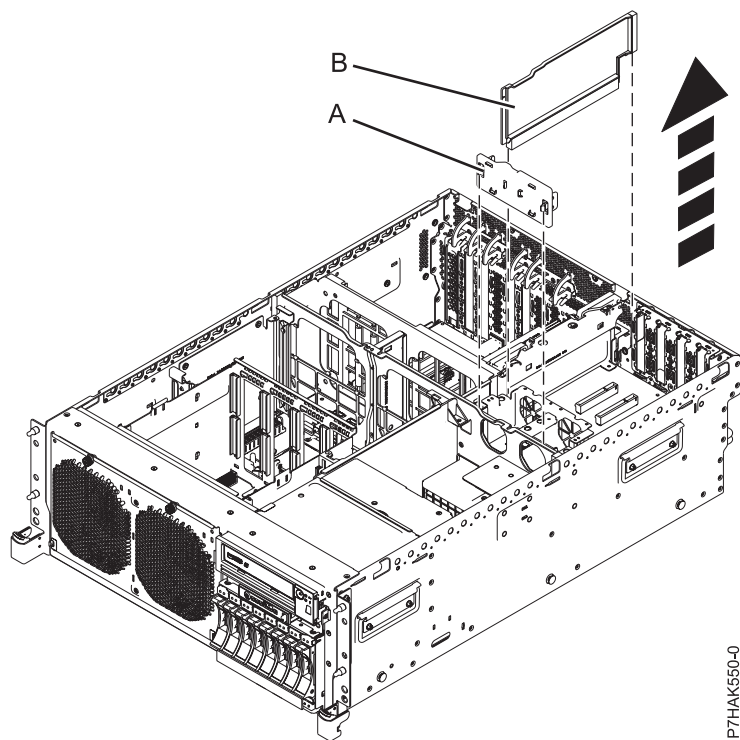

Abbildung 38. Luftführungen einer Erweiterungseinheit aus einem Einschubsystem ausbauen
10. Nehmen Sie die schwarze Plastikluftführung **(B)** heraus, durch die die Position der Erweiterungseinheit von den eingesetzten PCI-Adaptern getrennt wird. Siehe Abb. 38 auf Seite 47.